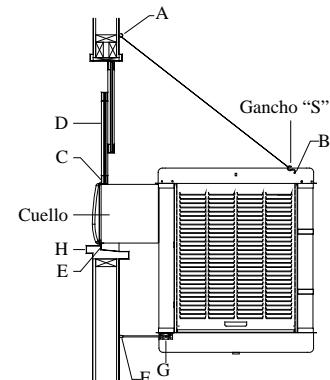

Fig. 2
- **Fije los ganchos en la pared.** Ponga los dos ganchos para la cadena arriba del cuello del enfriador, separados por una distancia equivalente al ancho de la unidad (A-fig. 2). Enganche una cadena en cada gancho y luego enganche un gancho "S" en cada cadena. **NOTA:** Los ganchos que vienen con ésta unidad tienen rosca de tornillo para madera y son para uso en paredes de madera. Las paredes de concreto o ladrillo requieren el uso de tuercas mariposas de suficiente fuerza o anclas con ganchos de acoplamientos.
- **Coloque el enfriador en la ventana.** Coloque el cuello del enfriador dentro de la ventana para que la parte inferior de la pestaña del cuello se asiente en la repisa de la ventana y la pestaña (E-fig. 2) se ajuste contra el borde de la repisa (H-fig. 2). Con la unidad situado en la ventana, enganche los ganchos "S" en los agujeros encontrado en la esquina trasera superior del enfriador (B-fig. 2).
- **Coloque la ventana detrás de la guarda de retención.** Levante la parte trasera del enfriador para que la ventana (D-fig. 2) pueda bajarse y quedar detrás de la parte superior de la guarda de retención (C-fig. 2).
- **Ajuste las patas.** Saque las patas (F-fig. 2) para que los topes de hule descansen contra el costado de la pared. Apriete el tornillo del collar (G-fig. 2).